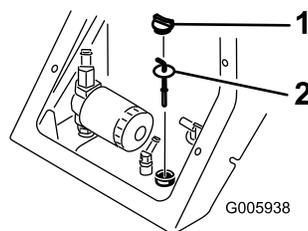

図 39
5. 油圧オイルタンクの注油口の周囲をきれいに拭く 図 39。
6. 油圧タンクの補給管のキャップを外し、ディップスティックで油量を点検する 図 39。